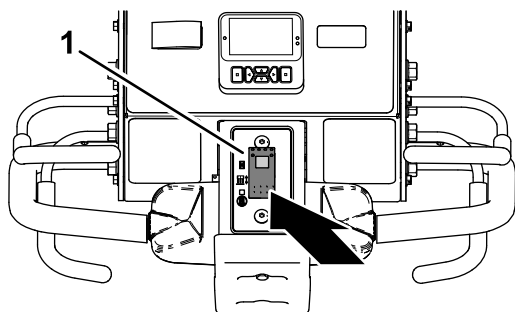

Figure 86
1. Appuyez sur le bas de la commande d'abaissement (Figure 86) pour sélectionner la position ABAISSEMENT IMMÉDIAT.